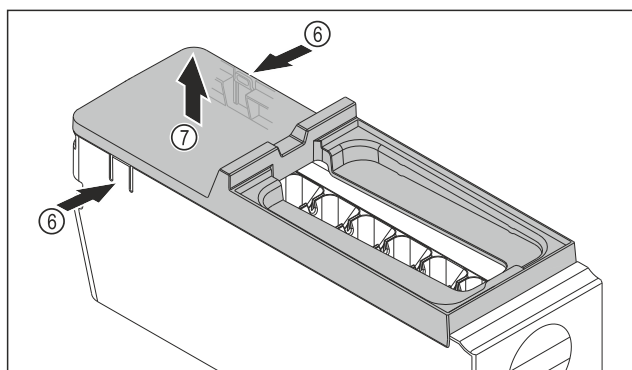

Fig. 155
- Rimuovere la copertura del corpo dell'EasyTwist-Ice: Con una mano, premere le linguette Fig. 155 (6) su entrambi i lati del corpo dell'EasyTwist-Ice.
- Con l'altra mano, estrarre verso l'alto la copertura Fig. 155 (7).